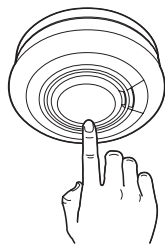

Abbildung 7
7. Drücken Sie den Testknopf bei jedem Warmmelder, um sicherzustellen, dass das Gerät funktioniert (Abbildung 7).
- Halten Sie den Testknopf gedrückt, bis der Alarm ertönt und die rote LED blinkt (siehe Abbildung 7 , Seite 15). Der Warnmelder wird kurz nach dem Loslassen des Testknopfes verstummen.